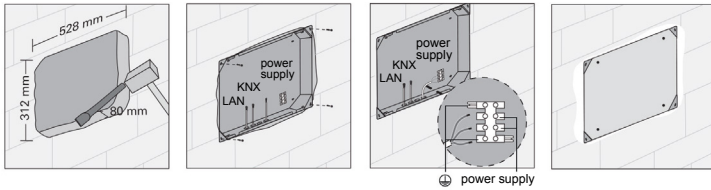
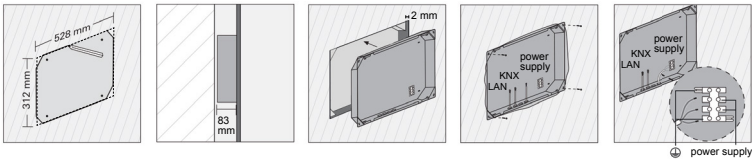

Abbildung 1: Einbau im Mauerwerk
Abbildung 2: Einbau in der Hohlwand
- Je nach Untergrund eine Aussparung in der Wand mit den Maßen in Abbildung 1 (Mauerwerk) oder Abbildung 2 (Hohlwand) herstellen. Dazu kann die, mit der PEAKnx Unterputzdose mitgelieferte, Schablone genutzt werden. Dabei die Schrägen in den Ecken für die Befestigung der Unterputzdose stehen lassen (Mauerwerk) oder gesonderte Montageecken anbringen (Hohlwand). Die Unterputzdose muss später bündig mit der Wand sein.